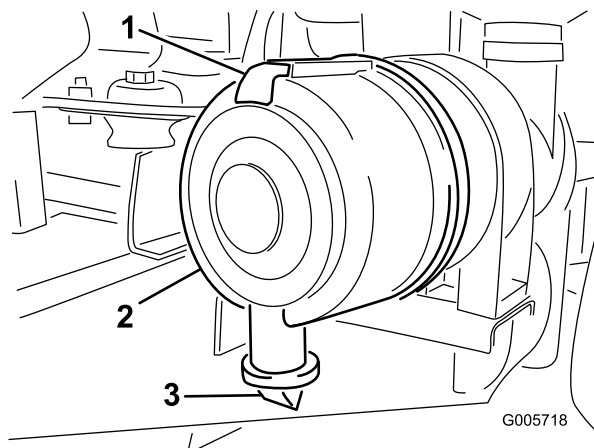

Figura 44
1. Tire hacia fuera del enganche y gire la tapa del limpiador de aire en el sentido contrario a las agujas del reloj (Figura 44).
4. Limpie el orificio de salida de suciedad de la cubierta extraíble (Figura 44). Retire la válvula de salida de goma de la cubierta, limpie el hueco y cambie la válvula de salida.